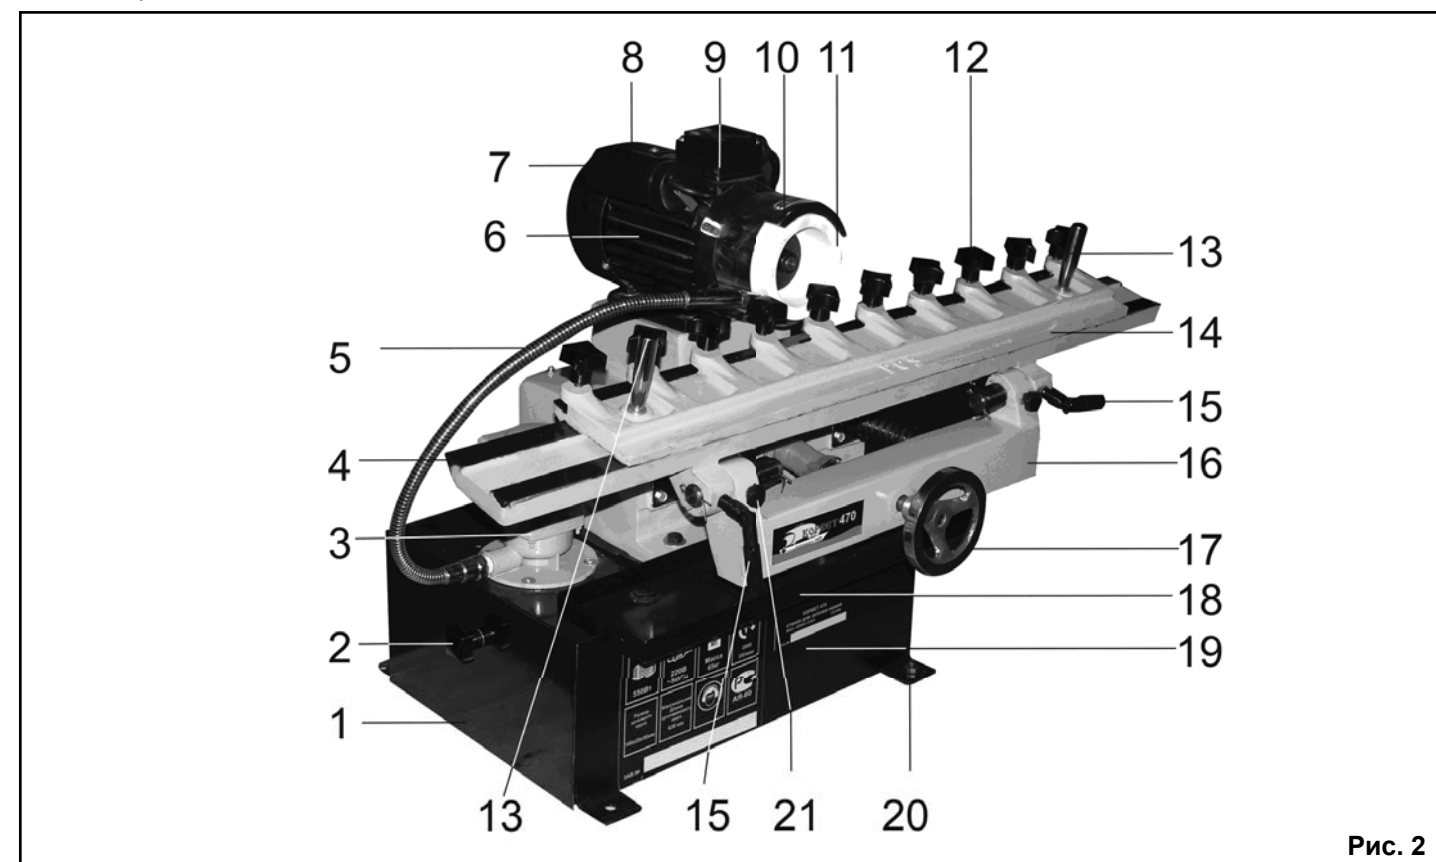
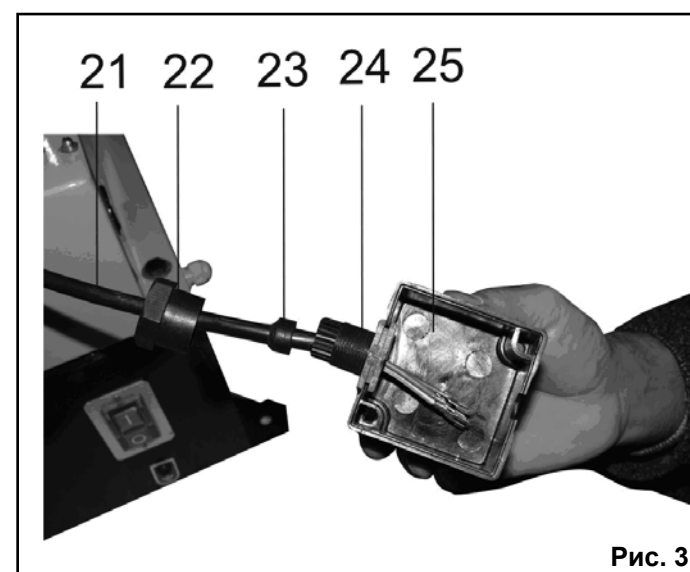

Рис. 2
Рис. 3
7.1. Машина состоит из следующих сборочных единиц и деталей (Рис.2)
8.1. Монтаж машины (Рис.2)
8.2. Установка электродвигателя (Рис.2,3,4,5)
8.2.2. С клемной коробки (9), Рис.2, снимите крышку (25). Как показано на Рис.3, на электрическом проводе (21) установите гайку (22) и втулку (23).
8.3. Установка подвижного рабочего стола (Рис.2,7)
9.1. Регулировка перед началом работы (Рис.2, 7)